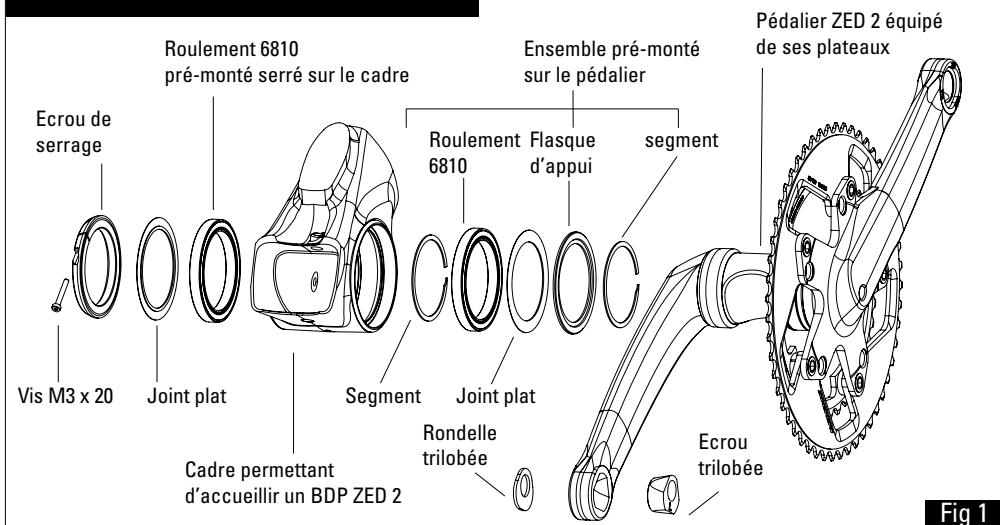

Fig 1
- Avant d'engager le pédalier dans le cadre, vérifier que le roulement gauche est bien monté serré dans le cadre coté gauche et qu'il ne manque aucune pièce sur l'ensemble pré-monté sur le pédalier (voir figure 1).